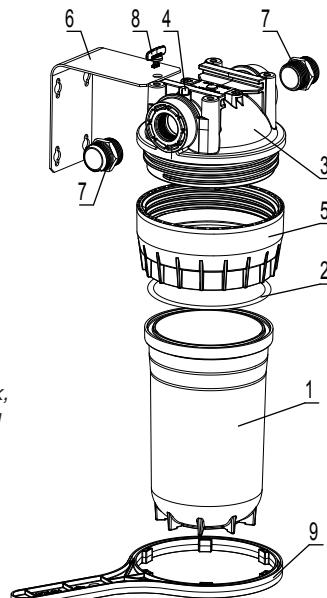

Рис. 1
водоочистителя (рис. 1)
- отверните гайку (5) с помощью пластикового ключа (9), снимите стакан (1) и выньте фильтрующий модуль;
- промойте водой внутренние поверхности крышки (3), стакана (1) и резиновое кольцо (2);
- соберите водоочиститель, наверните гайку (5) на крышку (3);
- ВНИМАНИЕ!** Важно не перепутать вход и выход водоочистителя. Стрелки на крышке указывают направление течения воды (рис. 1).
- нажмите кнопку (4) для удаления избытка воздуха из корпуса.